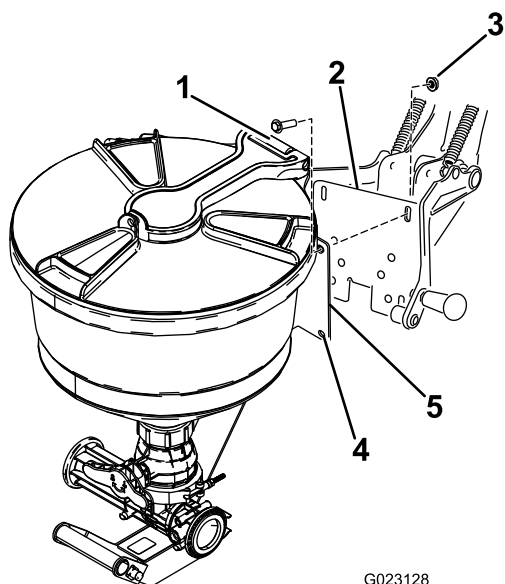

Рисунок 12
1. Совместите отверстия в монтажной пластине эдуктора с проемами в опоре люльки (Рисунок 12).
2. Установите эдуктор (Рисунок 12) на опорную пластину с помощью 4 болтов ($\frac{3}{8}$ x 1 дюйм) и контргаек ($\frac{3}{8}$ дюйма).